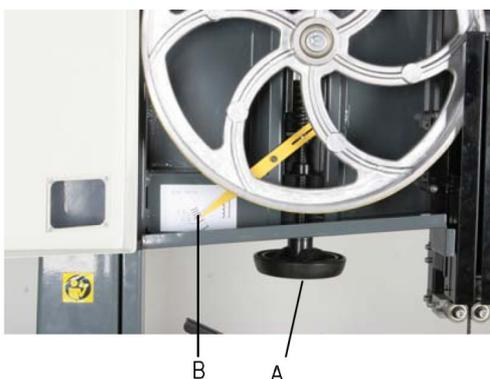

Abb. 12: Sägebandspannung
Schritt 1: Durch Drehen am Handrad (Abb. 12; A) wird die Sägebandspannung über eine Feder erhöht oder verringert.
Schritt 2: Die richtige Spannung ist an der Skala (Abb. 12; B) abzulesen.